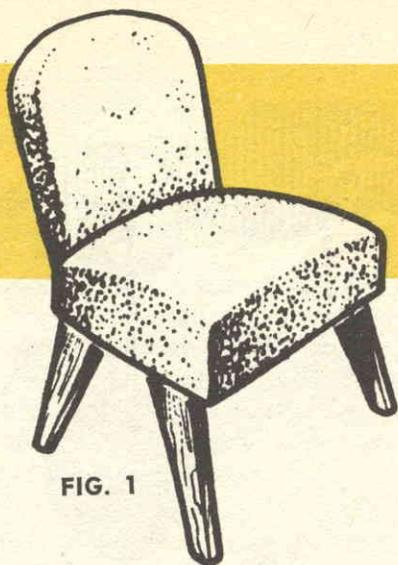
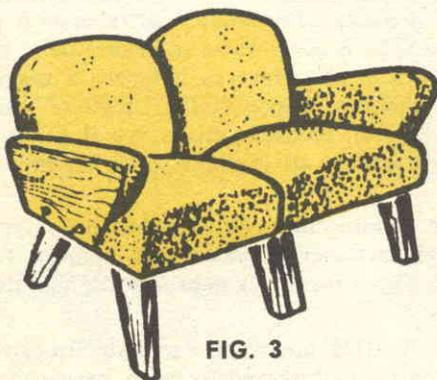
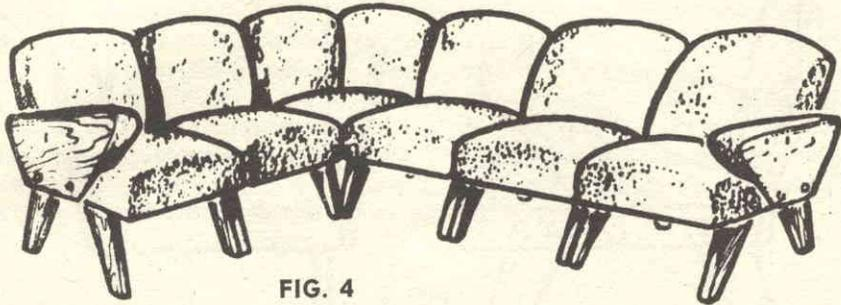

FIG. 1
FIG. 3
FIG. 4
Noi chiamiamo poltrone a combinazioni delle poltrone studiate in modo tale che, senza speciali montaggi e con il loro solo collocamento fianco a fianco, possono formare degli insieme canapè, divano, ecc.... La poltrona di base che presentiamo alla fig. 1 serve a tutte le combinazioni, la sua costruzione estremamente semplice vi permetterà di realizzarla facilmente usando, come unici attrezzi, una sega, una pialla, dei chiodi e delle viti. Tale poltrona diventa già più confortevole se le si aggiungono dei braccioli (figura 2). Se collochiamo due o tre di queste poltrone poste l'una a fianco dell'altra, recanti un bracciolo solo alle due estremità, noi otterremo un elegante canapè (fig. 3). La loro combinazione con una poltrona d'angolo, formerà uno spazioso divano, adatto a corredare un angolo di salotto o di soggiorno (fig. 4).
Questo tipo più comune (1, fig. 1) si compone di elementi comuni a tutte le suonerie (elettrocalamite, campanello e martello), di un ruttore e di una vite di contatto (3 e 2). Il ruttore si presenta sotto forma di una lamina flessibile, mentre il contatto (2) viene fatto per mezzo di una vite di regolazione. La punta di questa è argentata o platinata al fine di resistere all'ossidazione provocata dalle innumerevoli scintille di rottura. Diamo alla figura 1 lo schema di cablaggio di una tale suoneria. Qui, le elettrocalamite sono generalmente montate su una comune armatura a ferro di cavallo. Lo schema vi mostra che la corrente passa successivamente dai due elettromagneti collegati in serie alla vite di contatto e alla lamina del ruttore (3).
Qualora bisogna comandare una sola suoneria da parecchi punti diversi (1, fig. 3), saranno i pulsanti che dovranno venire collegati in parallelo. Nel caso di chiamata di personale, il numero degli squilli determinerà il luogo di chiamata. Per distinguere più facilmente queste diverse chiamate con parecchi pulsanti ed una sola suoneria, è sufficiente montare in serie, con ogni pulsante di comando, delle piccole resistenze di valore diverso. Un altro metodo consiste nel connettere uno dei pulsanti secondo lo schema della soneria a un colpo (4 e 5 fig. 1).